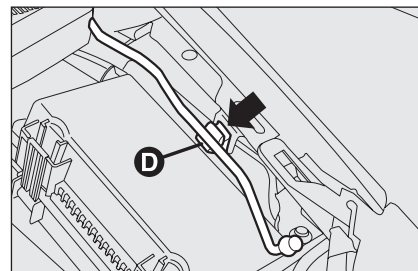
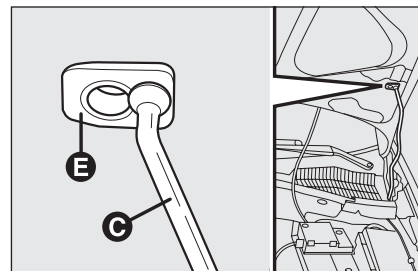

fig. 106
fig. 107
- sollevare il cofano e contemporaneamente liberare l'asta di sostegno **D-fig. 106** dal proprio dispositivo di bloccaggio, quindi inserire l'estremità **C-fig. 107** dell'asta nella sede **E** del cofano.
- tenere sollevato il cofano con una mano e con l'altra togliere l'asta **C-fig. 107** dalla sede **E** e reinserirla nel proprio dispositivo di bloccaggio **D-fig. 106**;